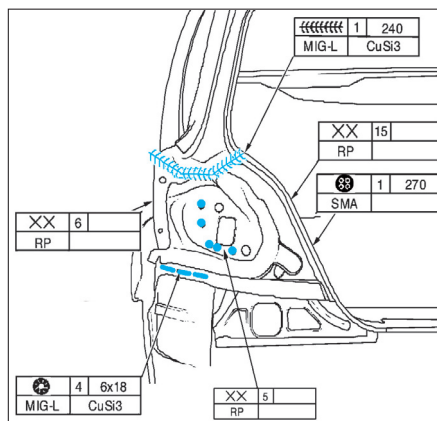

FIG. 119
- Perçer 4 trous oblongs dans le logement de feu arrière (**fig. 119**).